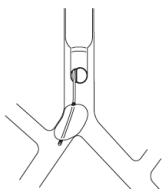

Bild 8
- 1) & 2) Ovan kan hänföras till faktum att blockeringskuffen har förflyttats in i lumen på trakea (bråck), smalnar av den (Bild 8).
- Om ett sådant bråck som beskrivs i Bild 8 inträffar kan syrebrist avhjälpas genom att helt enkelt tömma luften i kuffen.